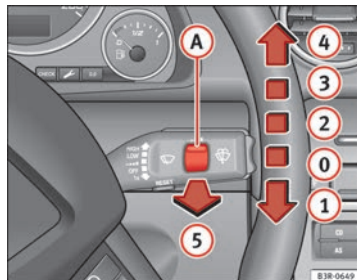

Abb. 99 Scheibenwischerhebel
Der Scheibenwischerhebel  $\Rightarrow$  Abb. 99 hat folgende Stellungen:
Betätigen Sie bei eingeschaltetem Licht die Wisch-/Waschautomatik ⇒ Abb. 99 (5), wobei Sie den Hebel länger als etwa 1 Sekunde angezogen halten.